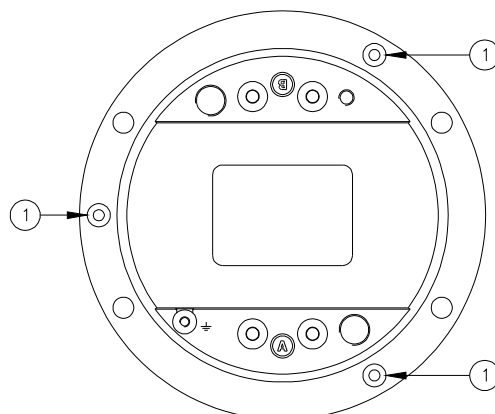

Figure 23 – Vis de fixation du couvercle inférieur
- Séparer le couvercle inférieur du couvercle supérieur en desserrant les trois vis de blocage TSP TORX M5x10 (Figure 23 - n°1).
- Trois vis de blocage TSP TORX M5x10 (Figure 23 - n°1) ;
Vérifier le positionnement correct du joint torique entre le couvercle supérieur et le couvercle inférieur (Figure 25 – n°2) ; monter le couvercle inférieur dans le couvercle supérieur et le fermer avec les trois vis TSP TORX 5x10 (Figure 23 - n°1). Une couche mince d'adhésif anaérobie frein-filet moyen (par exemple LOXEAL 24-18) peut être appliquée aux vis avant l'installation ; couple de serrage 2,5 Nm.